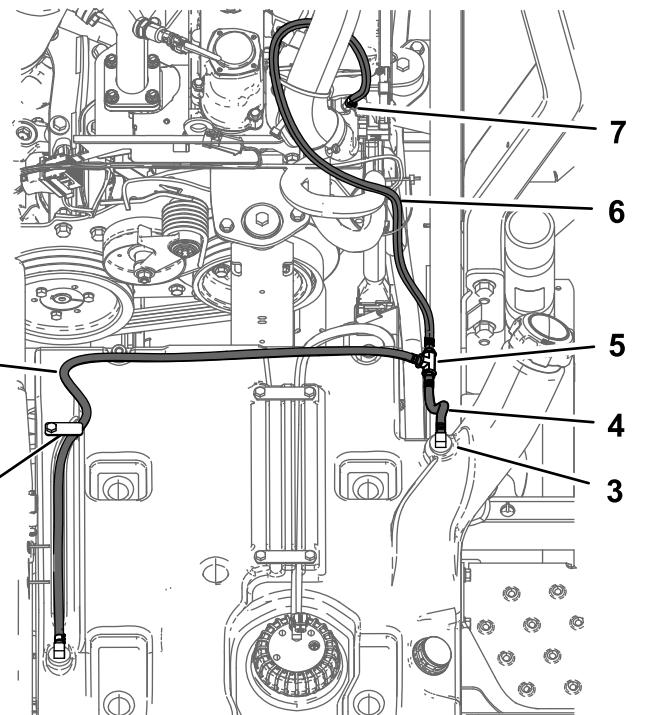

Figure 4
- Déposez la barrette de fixation du flexible d'évent et conservez le boulon (Figure 4).
- Débranchez le flexible de carburant gauche du raccord situé près du goulot de remplissage et du raccord en T (Figure 4).
- Débranchez le flexible de carburant arrière de l'orifice du collecteur du moteur et du raccord en T (Figure 4).
- Débranchez le flexible de carburant droit du raccord avant sur le côté droit du réservoir de carburant et du raccord en T (Figure 4).